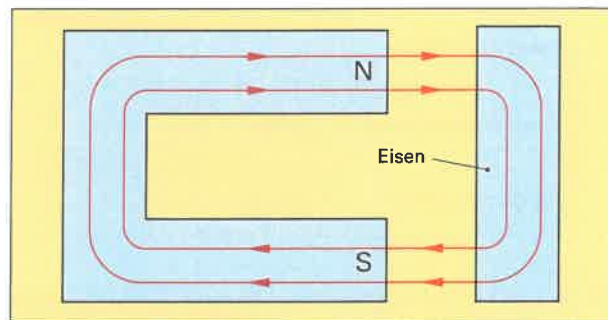

Bild 2: Hufeisenmagnet
6. Der Hufeisenmagnet im **Bild 2** hat die angegebenen Pole. Zeichnen Sie den Verlauf und die Richtung der magnetischen Feldlinien ein.